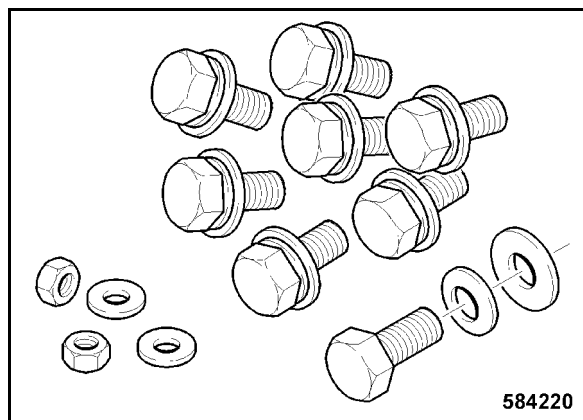

Fig. 234
- Comprobar si están presentes todos los tornillos de fijación, arandelas, arandelas distanciadoras y tuercas para la fijación de la cabina (Fig. 234).